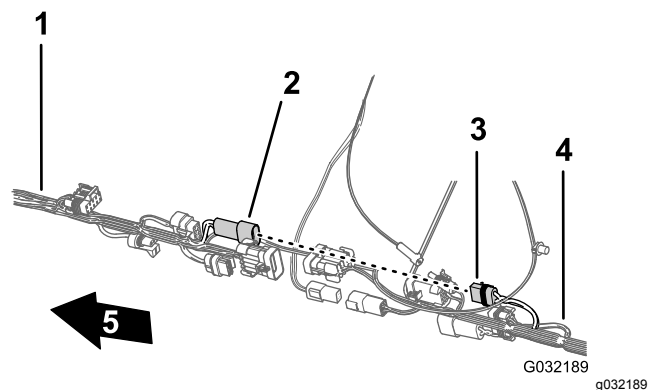

図 118
5. 前方ハーネスのホースリール電源用2ピンコネクタを、後方ハーネスのホースリール電源用2ソケットコネクタに接続する 図 118。